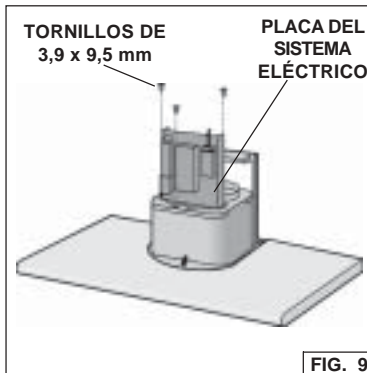

FIG. 9
7. Asegure la placa del sistema eléctrico a la campana de cocina con (3) tornillos de montaje. Fig. 9